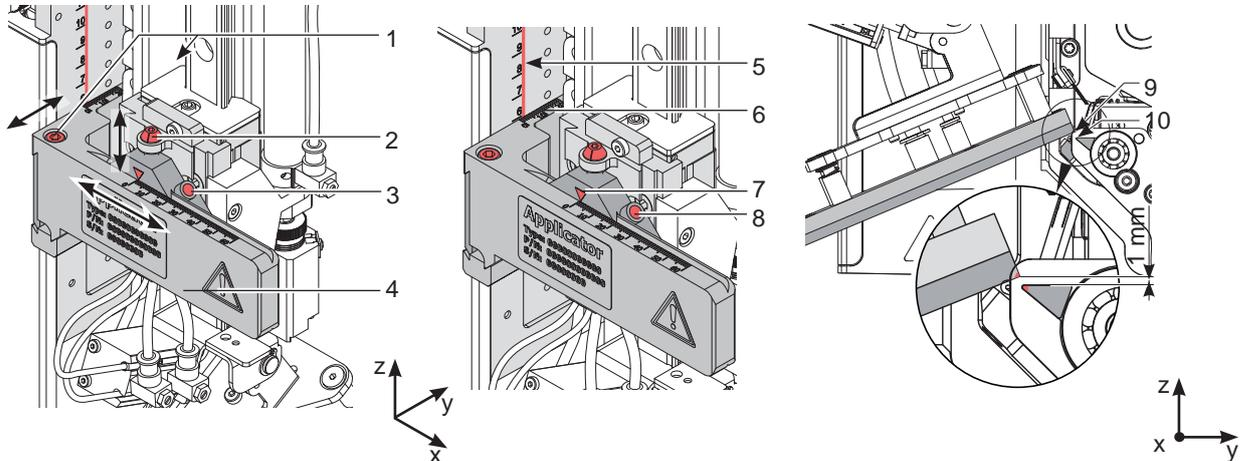

Figure 15 Déplacement du système de pose
1. Desserrer les vis (1).
2. Déplacer le système de pose (4) comprenant la semelle et le support latéral sur le rail afin que l'intervalle entre le bord de la semelle (9) et l'arête de pré-découlement (10) soit réglé comme représenté sur la figure 15 (schéma de droite). Graduation (6) et marque de repérage (5)
3. Resserrer les vis (1).
4. Desserrer la vis (3).
5. En tournant la vis de réglage (2), déplacer le système de pose vers le haut ou le bas. Tourner jusqu'à ce que la distance entre la semelle (9) et l'arête de pré-découlement de l'imprimante (10) soit d'1 mm (figure 15 - schéma de droite).
6. Resserrer la vis (3).